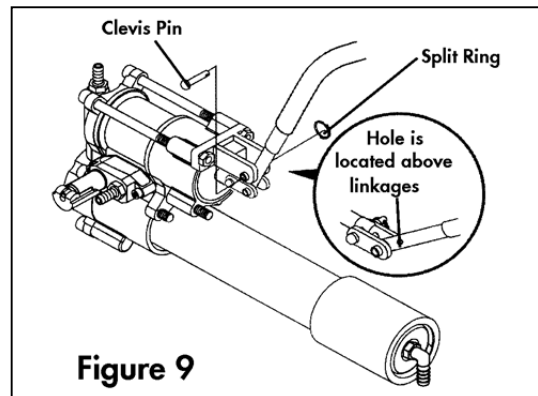

Figure 9
7. Das Loch im Griff bringen Sie in eine Linie mit den Löchern des befestigten Griffträgers. Setzen Sie den zweiten Bolzen in die Löcher ein und sichern Sie diesen mit einem Befestigungsring (Abb. 9).